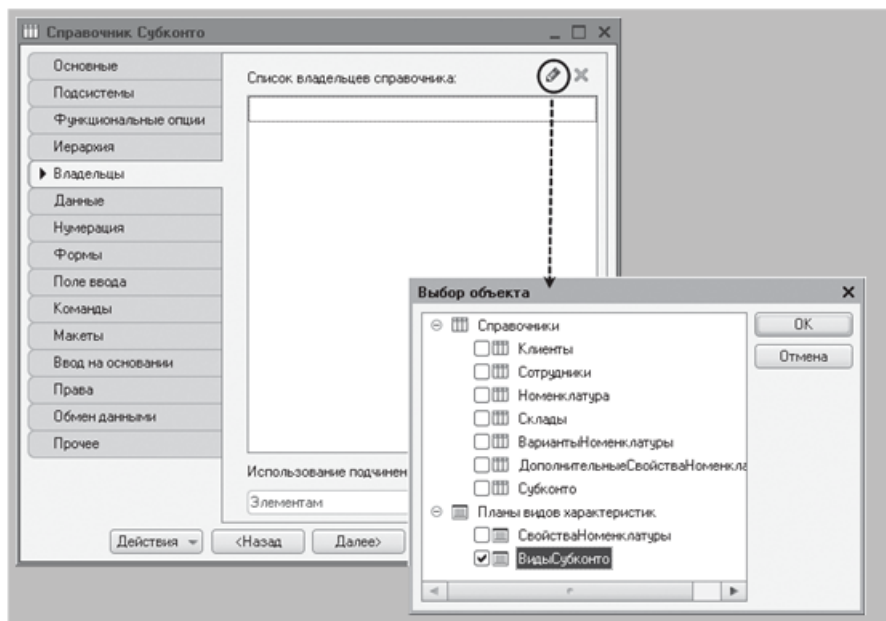

Рисунок 23.1 - Окно редактирования справочника «Субконто»
1.4 Затем на закладке **Владельцы** укажем, что этот справочник будет подчинен плану видов характеристик **ВидыСубконто**. Для этого на закладке **Владельцы** нажмем кнопку **Редактировать элемент списка** и выберем в качестве владельца справочника план видов характеристик **ВидыСубконто** (рисунок 23.1).